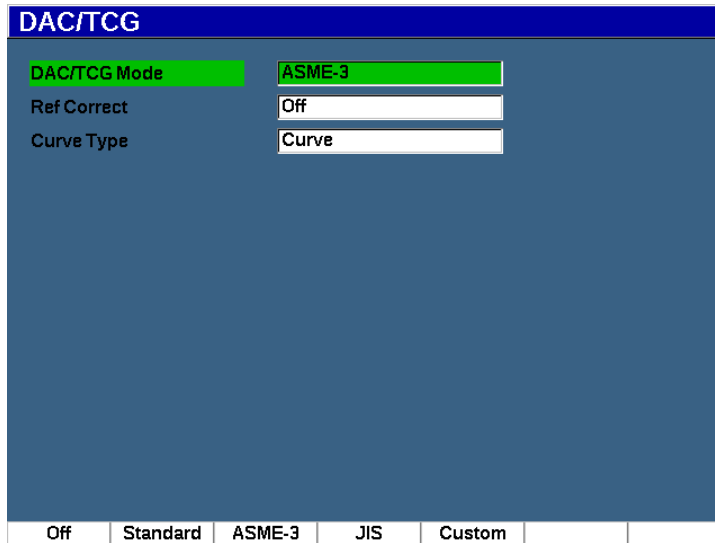

Figura 11-2 La pagina di configurazione DAC/TCG
2. Premere **Conf.** (tasto P7) per visualizzare la pagina di configurazione **DAC/TCG** (vedere Figura 11-2 a pagina 261).